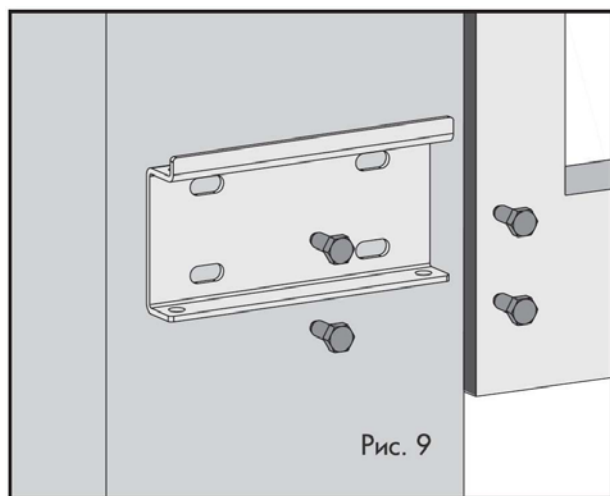

Рис. 9
- Установите задний кронштейн в положении, которое вы определили, используя четыре винта М8. Поскольку Вы устанавливаете кронштейн, как показано на рис. 9, проверьте горизонтальность с помощью уровня.